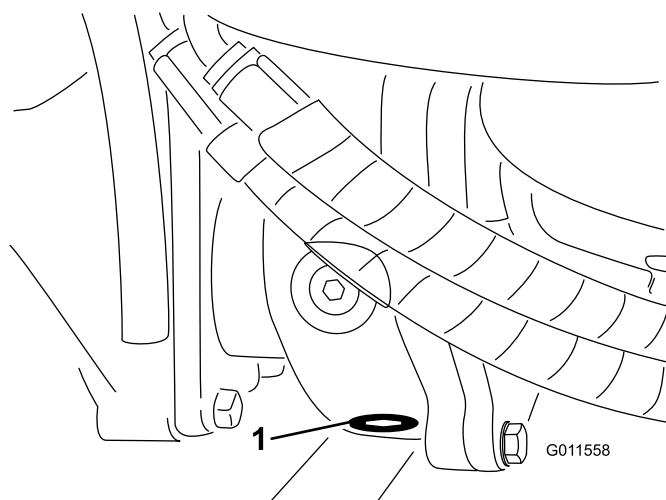

Bild 66
5. Reinigen Sie den Bereich um die Ablassschraube an der Unterseite des Getriebes (**Bild 66**).